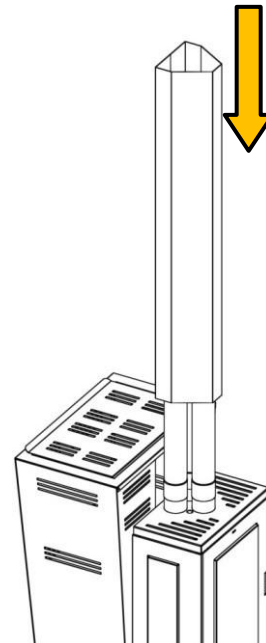

Fig. 3
- 2 Monte la red en los tubos y deslícela hasta el fondo (Fig. 3)